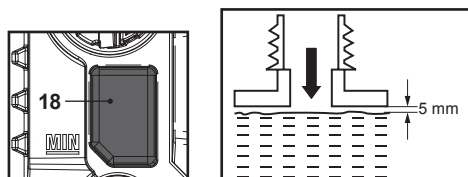

Fig. 10
4. Lors du remplissage, veiller à ce que le niveau d'huile dépasse le repère « **MIN** » sur le regard de niveau d'huile (18) tout en s'assurant de ne pas remplir excessivement et de laisser un vide d'environ 5mm entre le niveau d'huile et le bord intérieur du réservoir pour permettre la dilatation (Fig. 10).